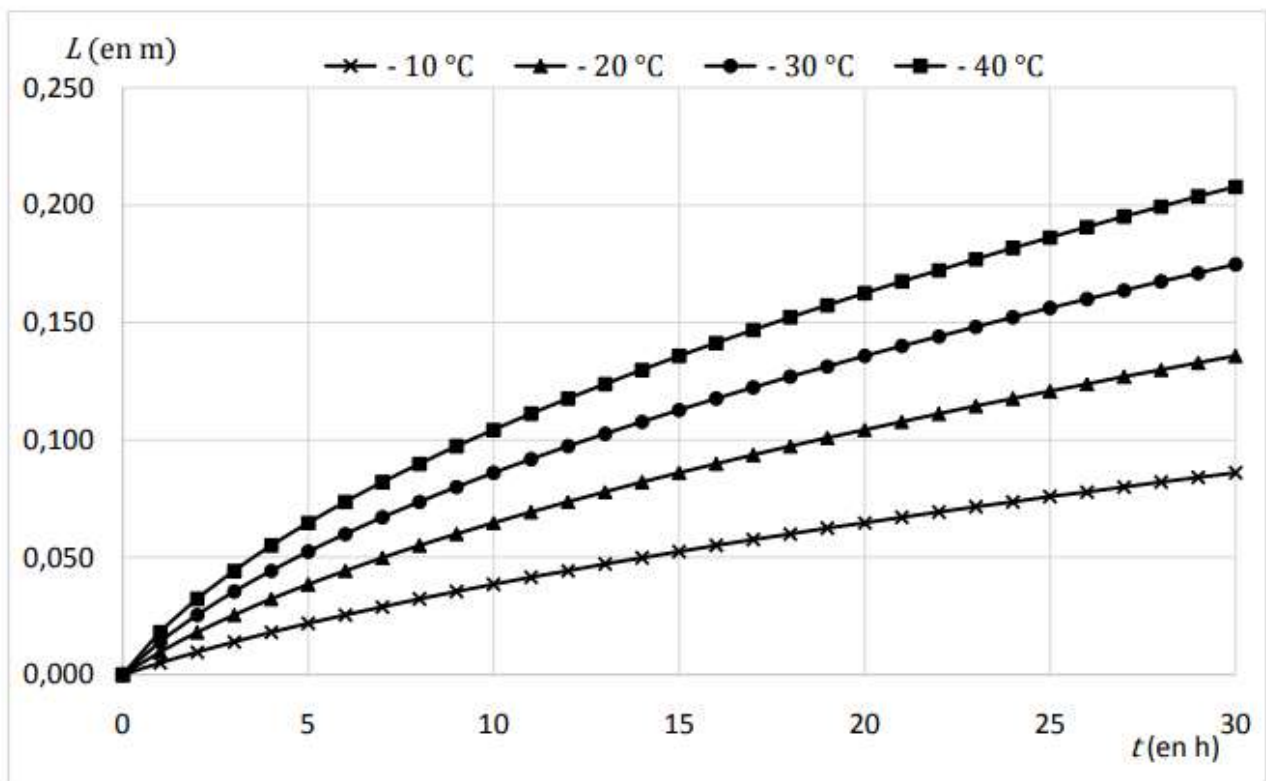

Figure 8 - Simulation graphique représentant l'épaisseur de la couche de glace L en fonction du temps t pour différentes températures T_A de l'air
8. On admet que l'épaisseur de la couche de glace en fonction du temps est représentée par la simulation graphique en figure 8. Au bout de 20 heures, les joueurs de hockey peuvent-ils considérer que la glace est suffisamment solide pour pouvoir jouer dessus ?
9. En utilisant la figure 8, commenter puis expliquer l'évolution de la vitesse de formation de la glace pour une même température de l'air T_A , puis pour différentes températures de l'air T_A .
10. De quelle autre grandeur, encore non citée jusqu'à présent, a-t-on eu besoin pour résoudre numériquement le problème et proposer la simulation en figure 8 ? Donner sa définition et préciser l'unité